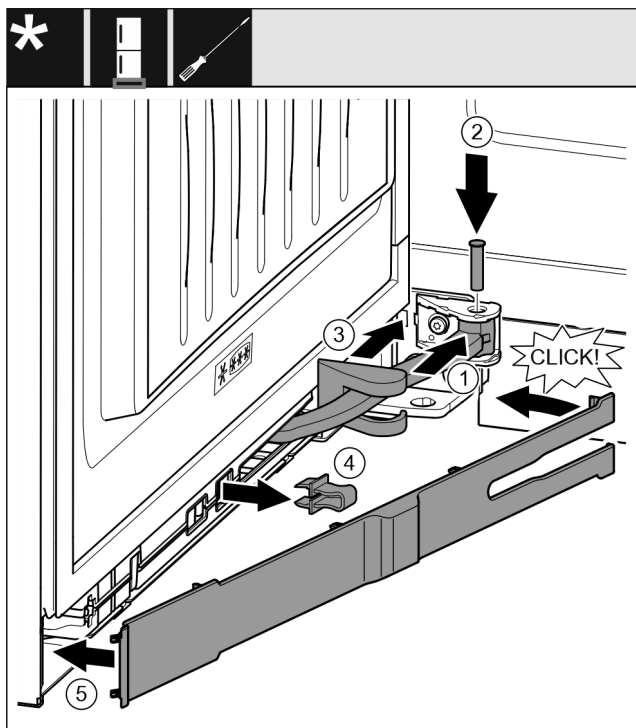

Fig. 47
- ▶ Tourner l'articulation dans la fixation. Fig. 47 (1)
- ▶ Introduire le boulon dans la fixation avec un tournevis T15 et mettre en place l'articulation. Veiller à ce que l'ergot d'encliquetage repose correctement dans la rainure. Fig. 47 (2)
- ▶ Pousser le cache du palier de support le long de l'articulation et le monter au-dessus de la fixation. Fig. 47 (3)
- ▶ Enlever l'arrêt. Fig. 47 (4)
- ▶ Mettre le cache du côté de la poignée et l'incliner vers l'intérieur. Fig. 47 (5)